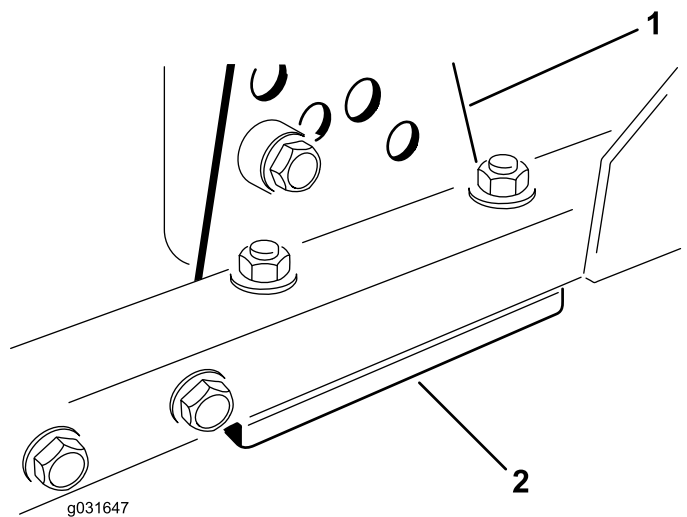

Figura 70
1. Retire o suporte da altura de corte (frente, esquerda ou direita) da estrutura da unidade de corte (Figura 70).
2. Ajuste os calços de 1,5 mm e/ou de 0,7 mm entre a estrutura da unidade de corte e o suporte para obter a altura de corte pretendida (Figura 70).
3. Instale o suporte da altura de corte na estrutura da unidade de corte com os instale os calços restantes debaixo do suporte da altura de corte (Figura 70).